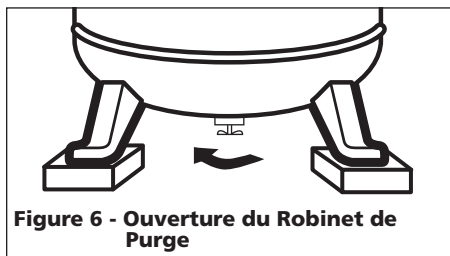

Figure 6 - Ouverture du Robinet de Purge
1. Ouvrir le robinet de purge et faire fonctionner le compresseur pour 60 minutes (Voir la Figure 6).
Purger le réservoir (Voir la Figure 6)	●